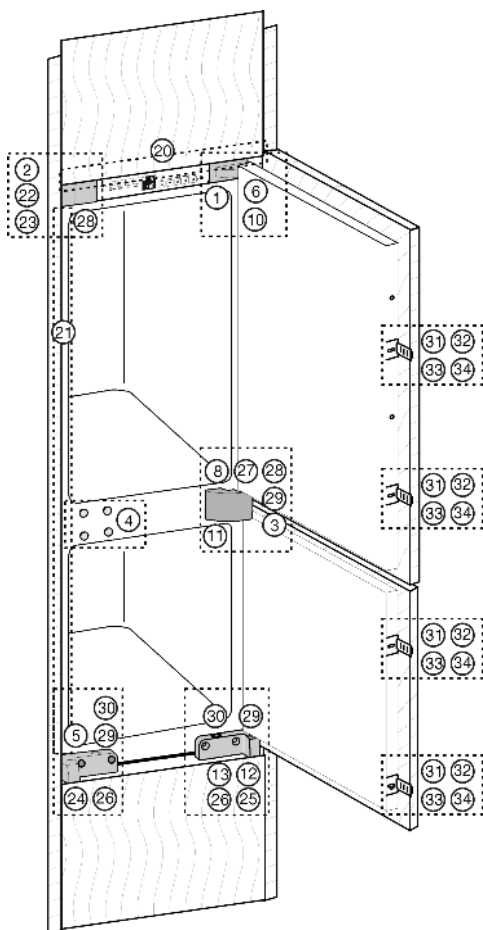
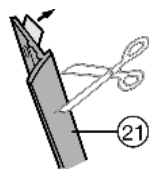
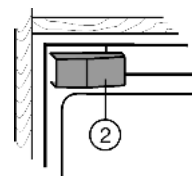

Fig. 6
Fig. 9
Fig. 10
- ▶ Krycí lištu Fig. 9 (21) nalepte na stranu s držadlem na boční stěnu přístroje do roviny s čelní stranou: Stáhněte ochrannou fólii a nalepte krycí lištu.
- ▶ Krycí lištu Fig. 9 (21) v případě potřeby zkraťte na výšku výklenku.
- ▶ Krycí lištu Fig. 9 (21) nasadte přesně pod upevňovací úhelník Fig. 6 (22).
- ▶ Kryt Fig. 10 (2) sejměte. Při první montáži:
- ▶ Kryt Fig. 6 (3) ze stojanu ložiska Fig. 10 (11) sejměte.